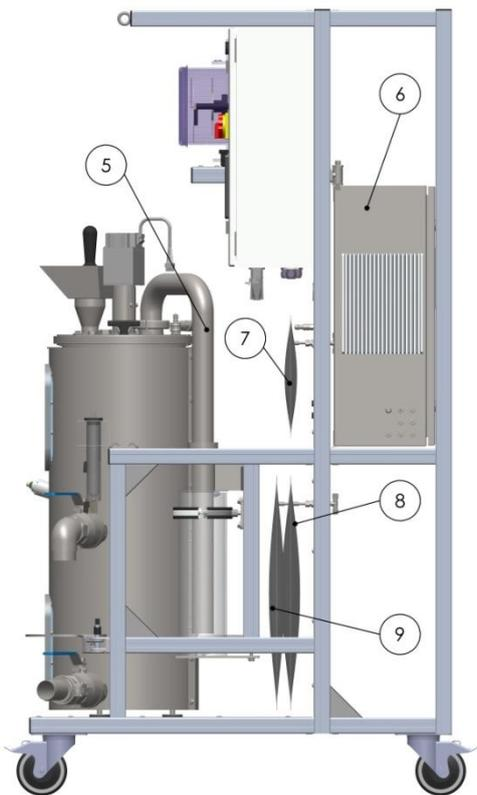

Figura 11: Numeração do saco de gás
- Saco de coleta de gás (Figura 11, nº 9) → não muito cheio
- Saco de compensação de pressão (Figura 11, nº 7) → cheio (exceção: após a amostragem)